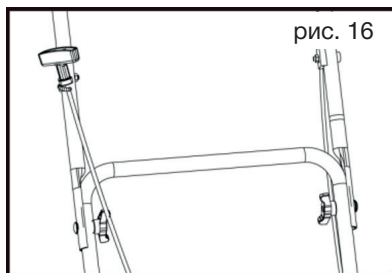

рис. 16
4. Как только двигатель заработает, вставьте ручку стартера в крючок крепления. (рис.16).